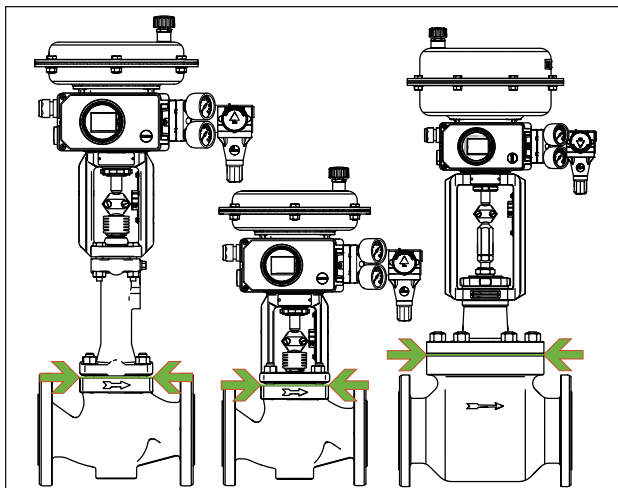

図 13: 調節弁の断熱限度範囲（例を記載）
- ⇒ 調節弁は、バルブ本体のボンネットフランジまでのみ断熱してください（図 13 を参照）。また、これは 32°F (0 °C) 以下または 428 °F (220 °C) 以上の流体温度でベローズシールまたは延長体付きの仕様にも適用されます。延長体が断熱されている場合、正常に機能しない場合があります。